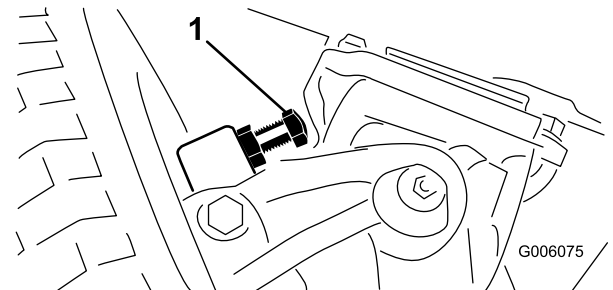

Figura 70
1. Enrosque o desenrosque los pernos hasta obtener el espacio de 2,3 mm; consulte la Figura 70.